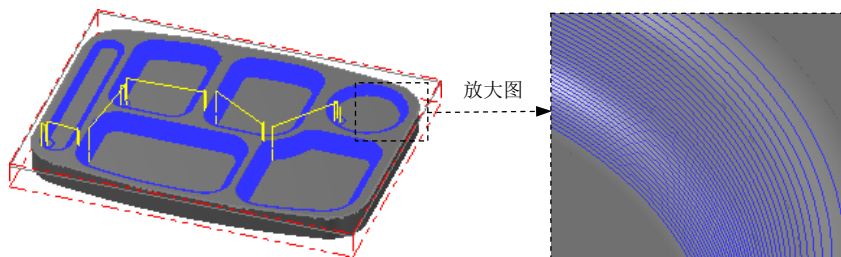

图 1.24 刀具路径
Step7. 设置曲面参数。在“曲面精加工等高外形”对话框中单击 **曲面参数** 选项卡, 然后在 **下刀位置 (P)** 文本框中输入值 5, 在 **预留量** (此处翻译有误, 应为“加工面预留量”, 下同) 文本框中输入值 0, 在 **干涉面预留量** (此处翻译有误, 应为“干涉面预留量”, 下同) 文本框中输入值 0.2, 其余参数采用系统默认设置值。
(1) 在“曲面精加工等高外形”对话框中单击 **等高外形精加工参数** 选项卡, 在 **Z 轴最大进给量:** 文本框中输入值 0.2; 在 **两区段间的路径过渡方式** 区域选中 **沿着曲面** 单选项和 **切削顺序最佳化** 复选框。
(2) 选中 **螺旋下刀 (H)** 复选框, 单击该按钮, 在系统弹出的“螺旋下刀参数”对话框的 **半径:** 文本框中输入值 6, 在 **Z方向开始螺旋位** 文本框中输入值 2, 单击 按钮返回至“曲面精加工等高外形”对话框。
Step9. 单击“曲面精加工等高外形”对话框中的 按钮, 完成加工参数的设置, 此时系统将自动生成图 1.24 所示的刀具路径。